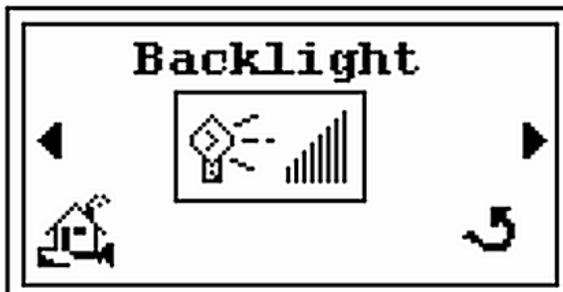

Abbildung 2-12 Hintergrundbeleuchtungs-Bildschirm
2. Drücken von  und der *Hintergrundbeleuchtungs-* Bildschirm erscheint (Abbildung 2-12).